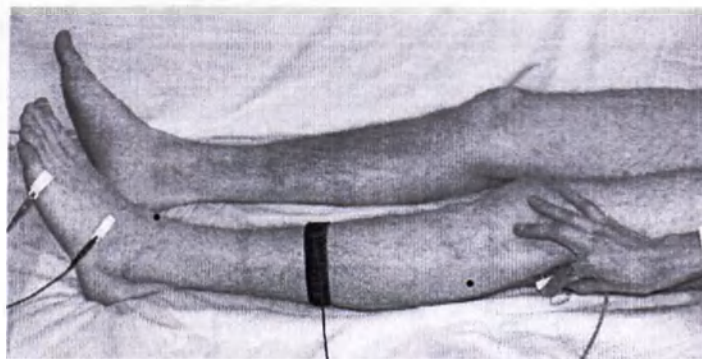

Рис. 83. Стимуляция в подколенной ямке
13. Проведите стимуляцию на уровне подколенной ямки, с внутренней стороны сухожилия бицепса бедра (рис. 83).